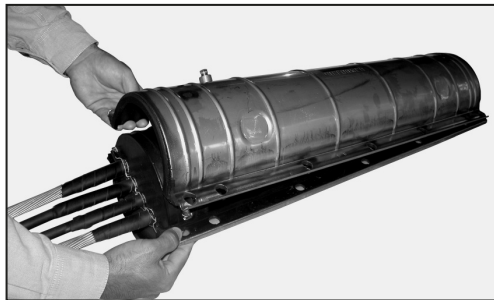

Figura 64
10.3 Coloque la tapa superior (Figura 64).